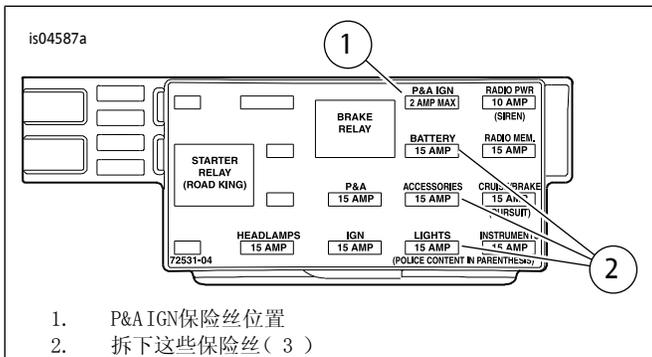

图14. P&A IGN保险丝空腔(2004-2007年款旅行车型)
3. 所有车型:参见图14。找到标有“P&AIGN”及“2A MAX”(最大电流2安)(1)的保险丝空腔。有一条进入此电路一侧的母线,但没有配套导线或保险丝。拆下这一排中当时已安装的两个保险丝(2),记下它们的位置。